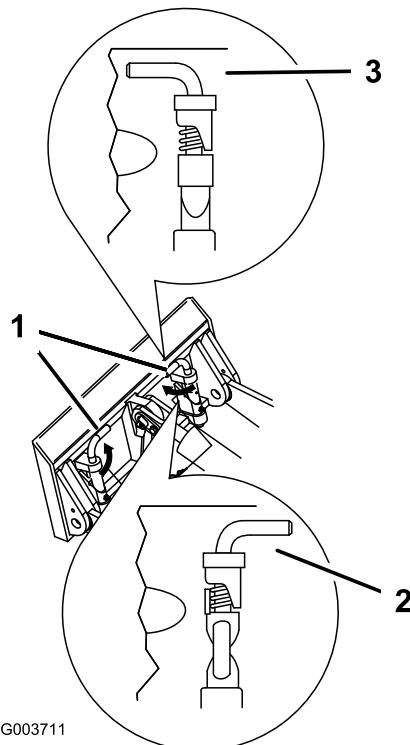

Figura 19
- Acople los pasadores de enganche rápido, asegurándose de que están correctamente introducidos hasta el fondo en la placa de montaje (Figura 19).